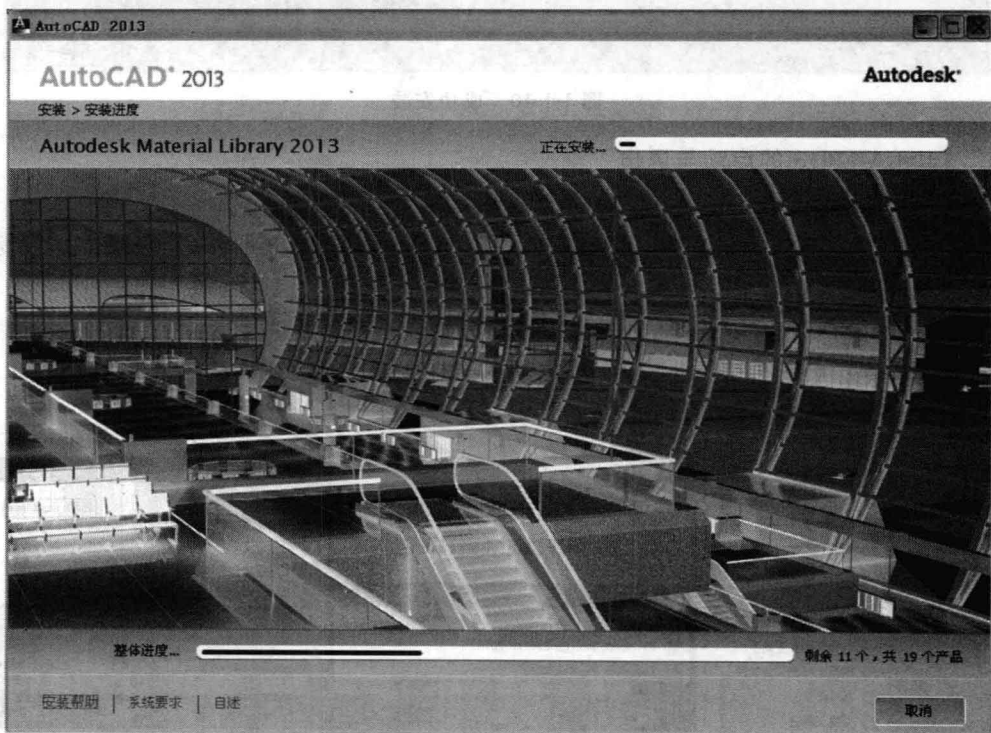

图 1-1-9 “安装进度”界面
⑨ 在弹出的“安装>安装进度”界面，显示系统正在安装，如图 1-1-9 所示。